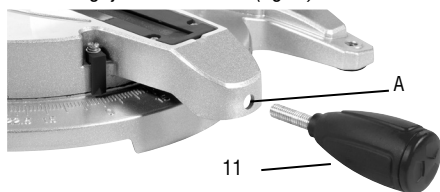

Fig. 5 – Traba de la mesa
1. Atornille la palanca de ajuste de la tabla (8) a través del agujero de la tabla (fig. 5)